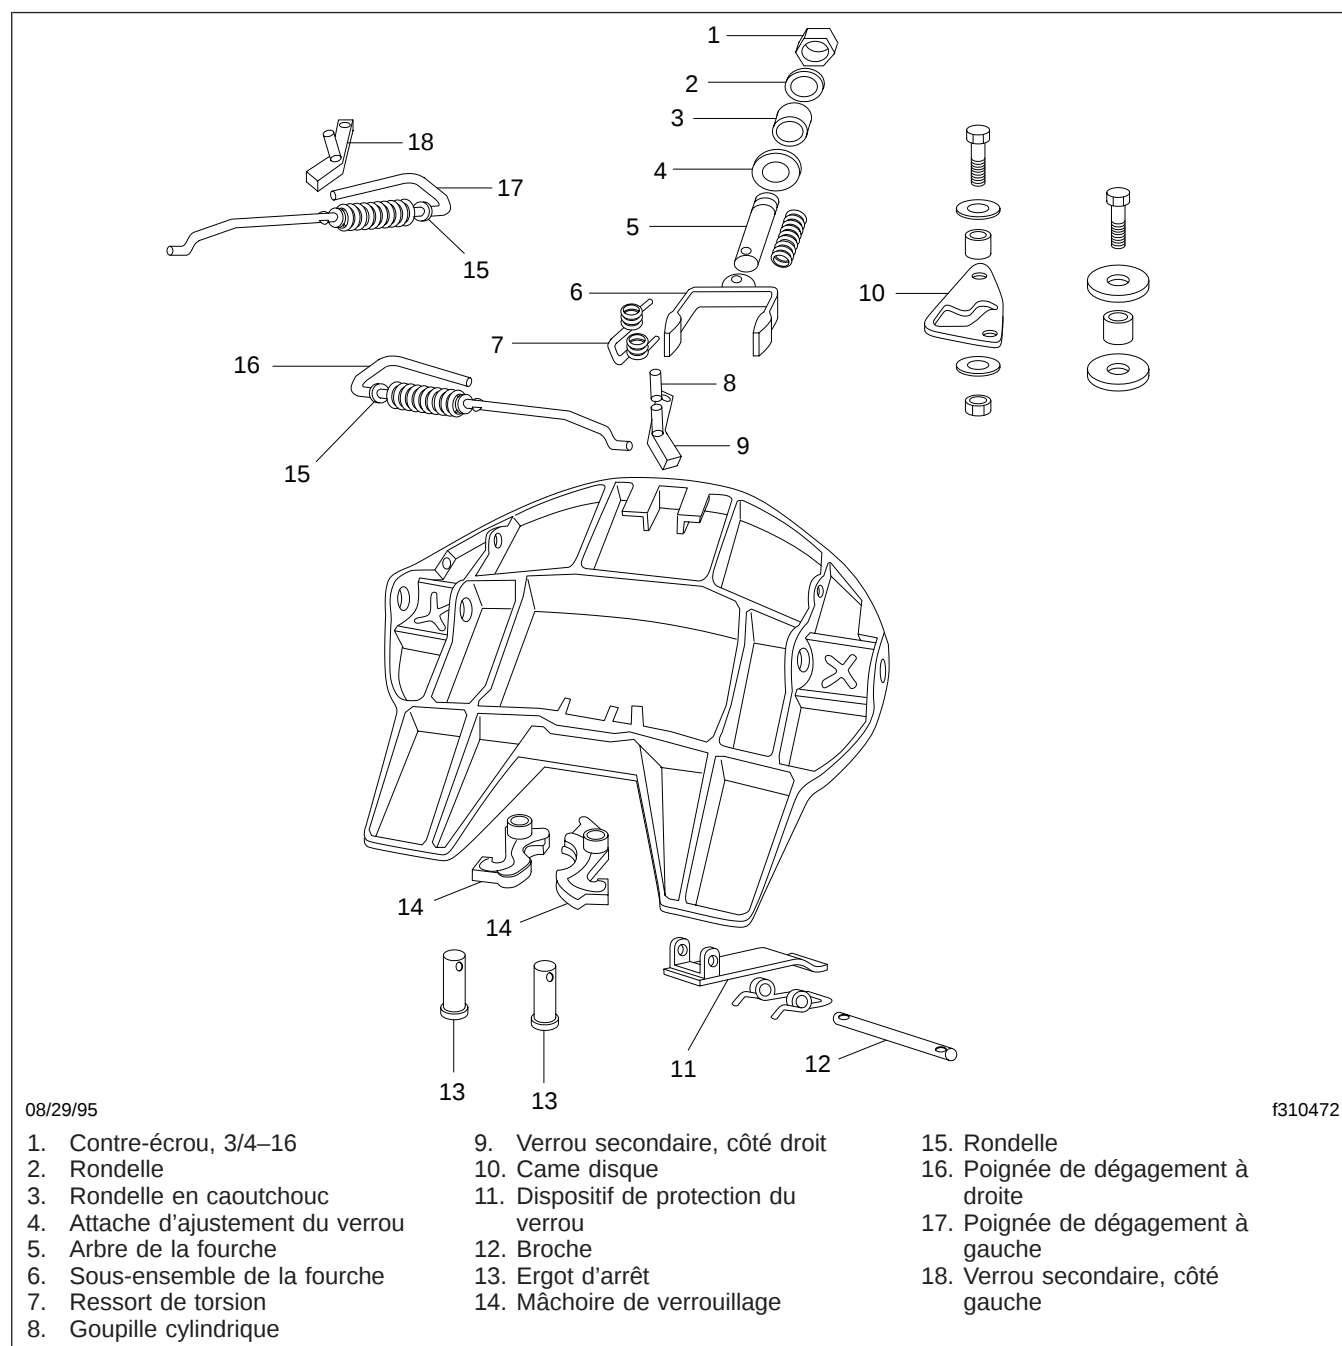

Fig. 4, Sellette d'attelage Holland
7. Vérifiez l'état du moulage à motif X sous la plaque supérieure de la sellette d'attelage. Voir la **figure 4**. Vous devez retirer la plaque supérieure de la sellette d'attelage pour pouvoir vérifier le motif en X.